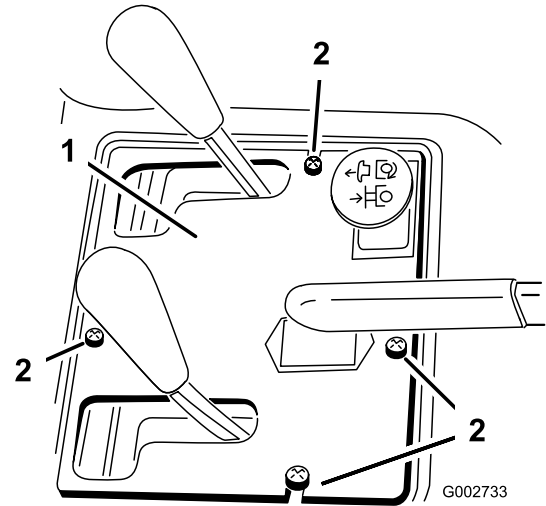

図 39
2. コントロールパネルをフレームに固定しているねじ4本を外す図 39。